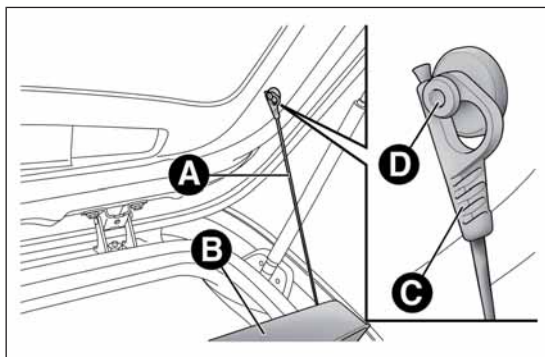

fig. 64
- libera le estremità dei due tiranti A fig. 64 di sostegno della cappelliera B sfilando gli occhielli C dai perni di sostegno;